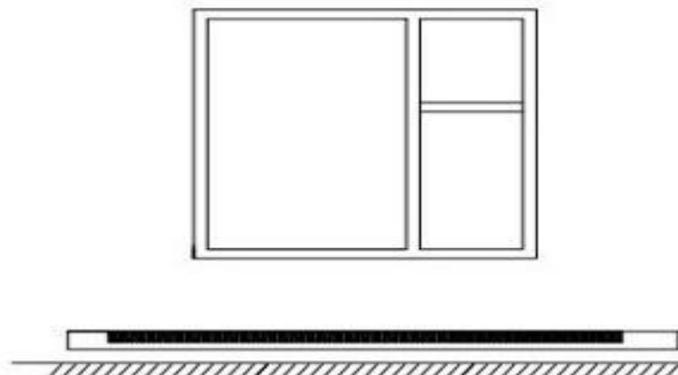

рис. 3
- ❑ Обогреватель рекомендуется устанавливать у стены, выходящей на улицу под окно, при этом максимальный эффект достигается если длина обогревателя будет не менее ширины окна (рис. 3).